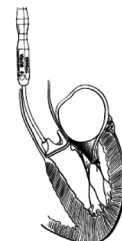

図5
- (3) 大動脈弁輪を抵抗なく容易に通過するアニュラサイジングエンドを用いて弁サイズを選択すること。
- (4) 「SJMトライフェクタ生体弁サイザーセットモデルTF2000」のスープラレプリカエンドをスープラアニュラ位に挿入し、生体弁の位置及び適合度を確認する（図5）。